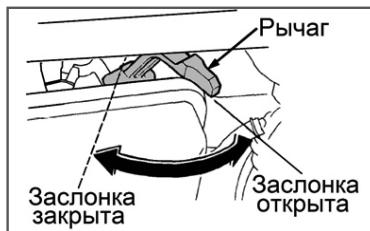

Рис. 10 Рычаг управления воздушной заслонкой
2. Закройте воздушную заслонку карбюратора. Для этого переведите рычаг управления воздушной заслонкой в крайнее левое положение (Рис. 10).
2. Закройте воздушную заслонку карбю ратора. Для этого переведите рычаг управления воздушной заслонкой в крайнее левое положение (Рис. 10).